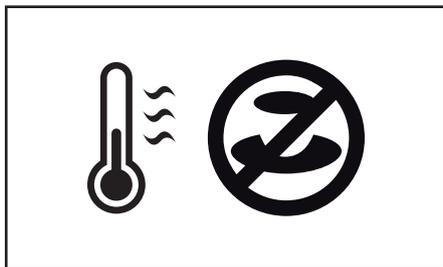

图 4.9 - 升温/出口堵塞图标
3. “出口被封”图标和闪烁的温度计将会显示在显示屏上（图.4.9）。